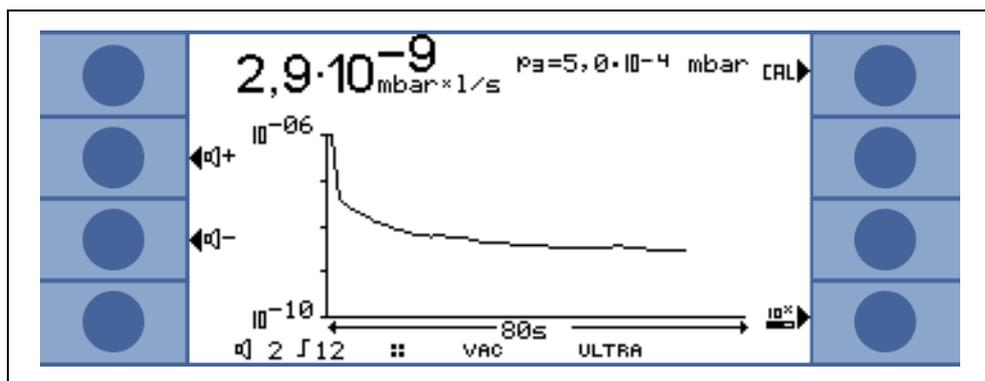

Abb. 5-2: Display, Trend Modus
- Als Trend (Leckrate gegen Zeit) Abb. 5-2
Im Trend Modus wird die gemessene Leckrate über die Zeit angezeigt Abb. 5-2. Zusätzlich zur aktuell gemessenen Leckrate wird auch der Einlassdruck digital angezeigt. Die Zeitachse kann über ein Menü definiert werden (s. Kapitel 6.2.3). Die Intensitätsachse wird in gleicher Weise wie für die Balkenanzeige definiert (s. Kapitel 6.2.1 ff).